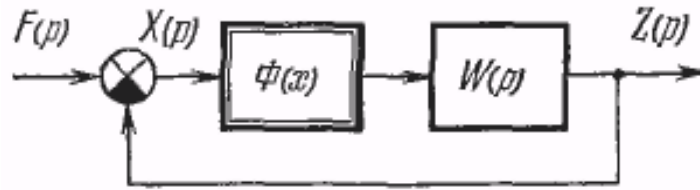

Рис. 13.
Блок-схема простейшей нелинейной системы, к которой путем структурных преобразований может быть сведена любая система, содержащая один нелинейный элемент, изображена на рис. 13. Здесь предполагается, что внешнее воздействие  $f(t)$  приложено ко входу нелинейного элемента. Уравнение нелинейного элемента примем в виде (1), т. е.